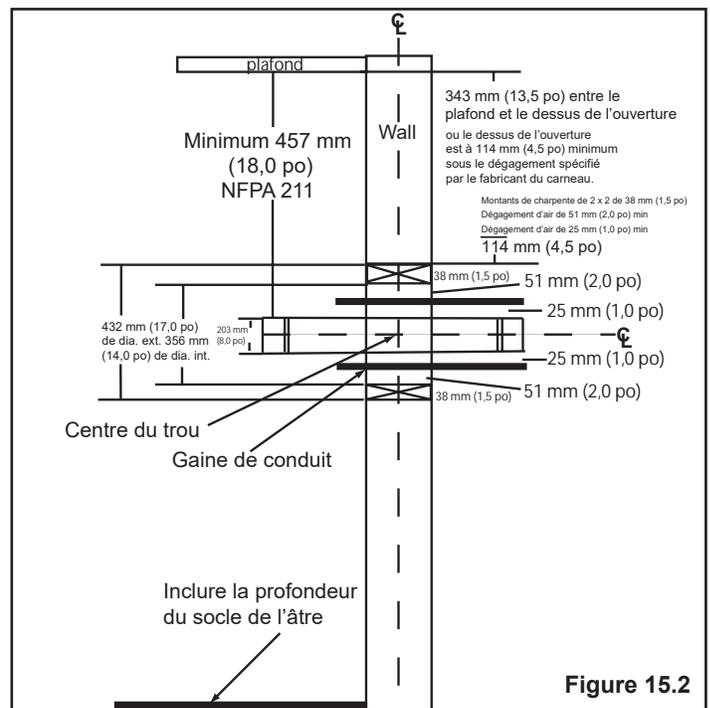

Figure 15.2
- L'ouverture en haut du mur doit être à au moins 343 mm (13 1/2 po) du plafond ou à 114 mm (4-1/2 po) au-dessus du dégagement minimum spécifié par le fabricant du carneau. Le dégagement vertical minimum selon NFPA 211 est de 457 mm (18 po) depuis le carneau et le plafond ou égal à la valeur minimale recommandée par le fabricant du carneau. **Figure 15.2**
1. Pratiquez une ouverture dans le mur intérieur à la hauteur prévue pour l'entrée du carneau dans la cheminée en maçonnerie. **Figure 15.2**
3. Construisez un cadre de 432 x 432 mm (17 x 17 po) (dimensions extérieures) pour l'ouverture du mur en utilisant du bois de charpente de 51 x 51 mm (2 x 2 po). L'intérieur de ce cadre doit avoir une ouverture de 356 x 356 mm (14 x 14 po) minimum. **Figure 15.2**